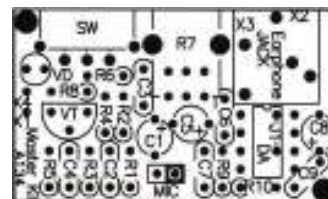

Рис.4 Монтажная схема
- отформуйте выводы компонентов и установите их на плате, в соответствии с монтажной схемой (рис.4);